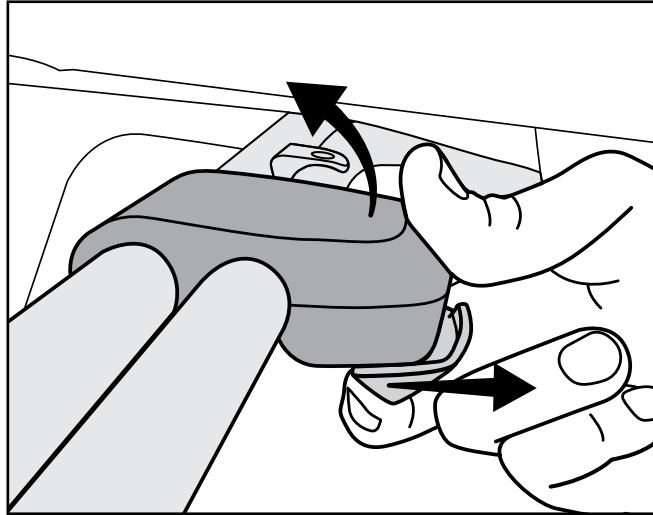

Figura 7
2. Suelte el pestillo del cuadro, tirando hacia atrás del deslizador amarillo para desenganchar el mecanismo de bloqueo, y gírelo hacia arriba (Figura 7).